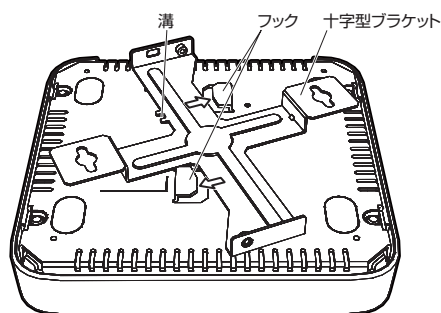
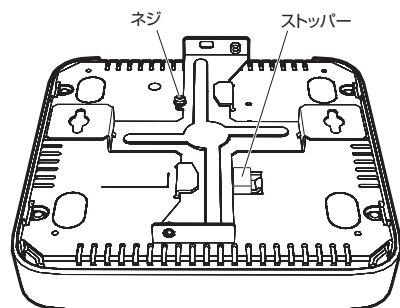

図 2.3.6 十字型ブラケットでストッパーを押し下げる
図 2.3.7 十字型ブラケットを取り付けた状態
- 5 図 2.3.6 のように、十字型ブラケットでストッパーを押し下げながら、十字型ブラケットを矢印の方向に回転させます。十字型ブラケットがフックにはまり込み、ストッパーが飛び出します (図 2.3.7)。